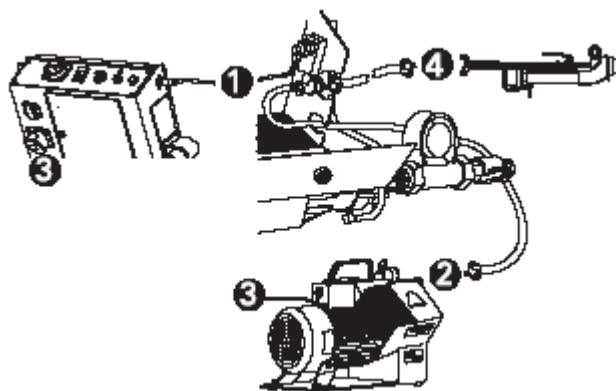

Рис. 7: Присоединение компрессора к соплу для набрызга
- Присоедините кабель дистанционного управления к гнезду (Рис. 7/8, 1)
- Присоедините кабель управления датчика давления к гнезду (Рис. 7, 1)
- Подключите эл. питание компрессора к панели управления (Рис. 7, 3)
- Присоедините воздушный рукав от компрессора к растворонасосу с помощью GEKA соединения (Рис. 7, 2)
- Присоедините сопло для набрызга к растворному и воздушному рукаву (Рис. 7, 4)